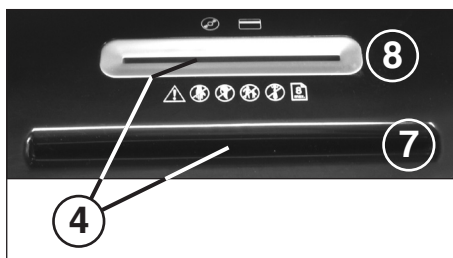

Fig. 2
- 2 = Tecla para frente (Fig. 2)**
- 4 = Barreira luminosa (marcha para frente) (Fig. 2)**
- 7 = Ranhura de alimentação (Fig. 2)**
- 8 = Ranhura de alimentação de segurança (Fig. 2)**
**Papel** – inserir o papel na ranhura de alimentação (7) (Fig. 2) para que o cortador possa trabalhar.
**Suportes informáticos** (CD, DVD ou cartões de crédito) – inserir suportes informáticos um por um na ranhura de alimentação de segurança em separado (8) (Fig. 2) para que o cortador possa trabalhar.